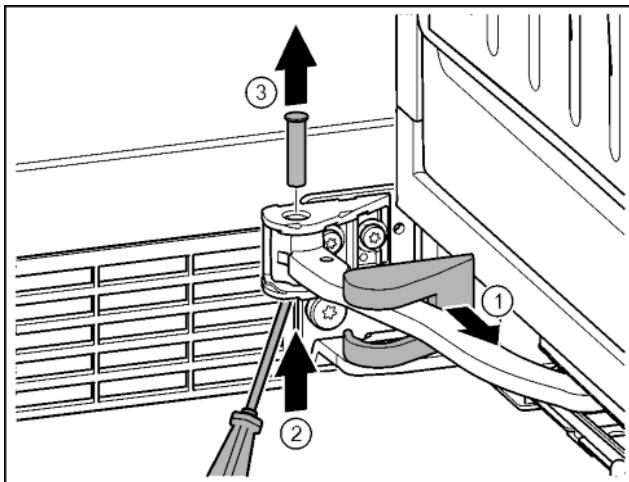

Fig. 16
► Снять крышку опорного кронштейна и переместить вдоль шарнира. Fig. 16 (1)
► Рукой или отверткой приподнять палец снизу. Fig. 16 (2)
► Вставить отвертку под головку пальца и вытащить его. Fig. 16 (3)